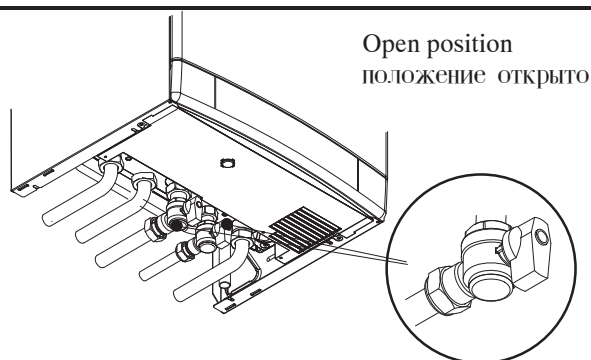

Fig. 2-3
- 1 Check that the taps located in the lower part of the boiler are open (Fig. 2-3).
- 1 Проверьте, чтобы краны, расположенные в нижней части котла были открыты (Рис. 2.3.)